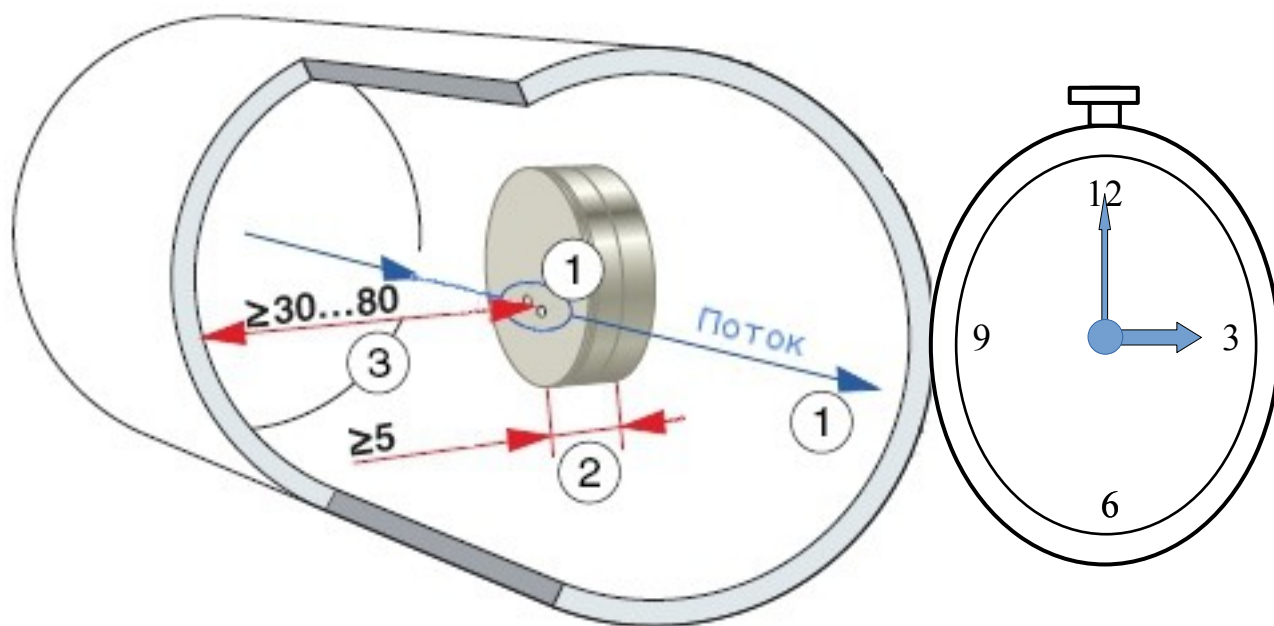

Рисунок 2 - Установка проточного датчика в трубопровод
Датчики мутности могут также быть установлены непосредственно в трубопровод (**Рисунок 1**, **Рисунок 2**) при условии, что вода не будет содержать большого количества вовлеченного воздуха. Лучше всего установить датчик в вертикальную секцию трубы с потоком воды движущимся вверх. Это гарантирует, что вокруг датчика не будут формироваться воздушные карманы. Если установка производится в горизонтальной части трубы, то датчик необходимо поместить в положении, близком к 3 или 9 часам. Никогда не устанавливайте датчик в верхней части трубы (из-за воздушных пузырей) или нижней части трубы (из-за осадка). Бобышка должна быть приварена к трубе под прямым углом во всех направлениях.
Ряд оптических окон (1) должен быть расположен вдоль направления потока жидкости (Рисунок 2).